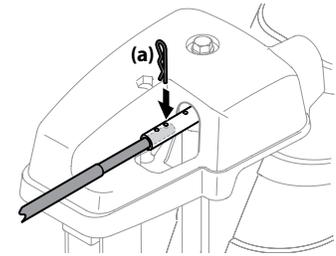

Figure 2-40
6. Poussez la tige de commande vers le tableau de commande jusqu'à ce que le trou de la tige s'aligne avec le trou central du raccord de la tige de commande. Insérez la goupille fendue (a) retirée à l'étape 1. Voir Figure 2-40.